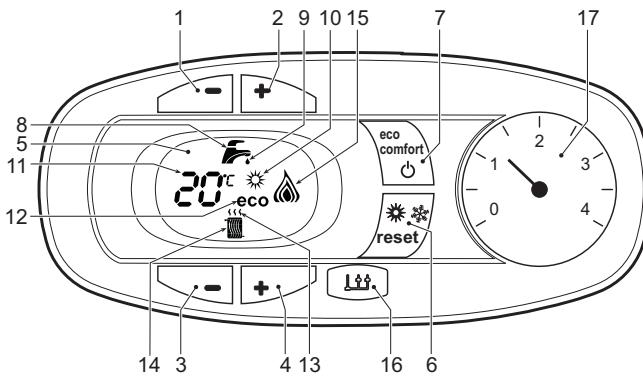
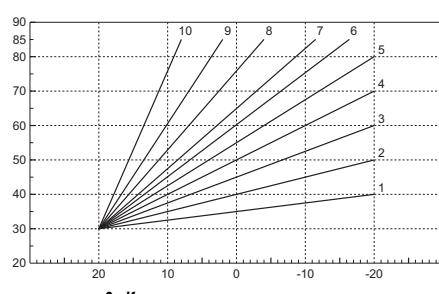
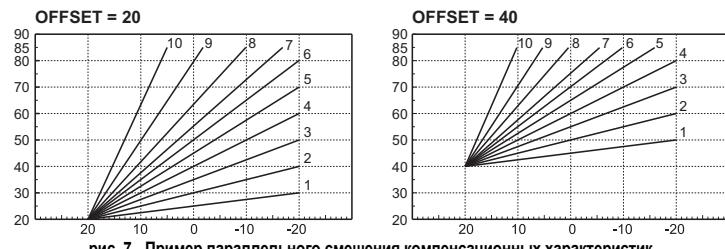

рис. 1 - Панель управления
рис. 6 - Компенсационные характеристики
рис. 7 - Пример параллельного смещения компенсационных характеристик
**Условные обозначения на панели управления рис. 1**
На дисплее (поз. 11 - рис. 1) высвечивается текущая температура воды, подаваемой в систему отопления, а во время ожидания отопления - символ "d2".
На дисплее (поз. 11 - рис. 1) высвечивается выходная температура воды в контуре ГВС, а во время ожидания выдачи воды ГВС - символ "d1".
О поступлении команды на переключение в режим (восстановление внутренней температуры котла) предупреждает мигание индикатора, расположенного под краном. На дисплее (поз. 11 - рис. 1) высвечивается температура воды в котле.
В случае неисправности (см. сар. 4.4) на дисплее отображается код неисправности (поз. 11 - рис. 1), а во время предохранительного ожидания - надписи "d3", "d4" и "d5".
Нажмите на кнопку **Вкл./Выкл.** (поз. 7 - рис. 1) на 5 секунд.
Когда котел выключен, на электронную плату продолжает подаваться электрическое питание. При этом не происходит нагрева воды для систем отопления и ГВС. Остается активной противообледенительная система. Для повторного включения котла снова нажмите клавишу **Вкл./Выкл.** (поз. 7 рис. 1) на 5 секунд.
Нажмите кнопку **"Лето"/"Зима"** (поз. 6 - рис. 1) на 2 секунды.
На дисплее высветится символ "Лето" (поз. 10 - рис. 1): При этом котел будет вырабатывать только воду для ГВС. Остается активной система антезамерзания.
Для выключения режима "Лето" вновь нажмите кнопку **"Лето"/"Зима"** (поз. 6 - рис. 1) на 2 секунды.
Используйте кнопки системы отопления (поз. 3 и 4 - рис. 1), чтобы изменять температуру в диапазоне между мин. 30°C и макс. 80°C; тем не менее, не рекомендуется эксплуатировать котел при температурах ниже 45°C.
Используйте кнопки системы ГВС (поз. 1 и 2 - рис. 1) для изменения температуры от минимальной 40°C до максимальной 55°C.
Данное устройство может быть отключено пользователем (режим ECO), нажав клавишу eco/comfort (поз. 7 - рис. 1). При работе в режиме ECO на дисплее высвечивается соответствующий символ (поз. 12 - рис. 1). Для включения режима "КОМФОРТ" снова нажмите кнопку "Экономичный"/"Комфорт" (поз. 7 - рис. 1).
Согласно регулировкам по плавающей температуре, температура, заданная кнопками системы отопления (поз. 3 - рис. 1) становится максимальной температурой подачи в систему. Рекомендуется устанавливать ее на максимальную величину, чтобы позволить системе выполнять регулировку во всем полезном рабочем диапазоне.
Нажмите на кнопку сброса (поз. 6 - рис. 1) на 5 секунд открывается доступ к меню «Плавающая температура» и отображается мигающая надпись «СU».
Используйте кнопки системы ГВС (поз. 1 - рис. 1) Выберите нужную характеристику от 1 до 10 (рис. 6). При установке кривой на 0 режим "плавающей температуры" отключается.
Нажмите на кнопки системы отопления (поз. 3 - рис. 1) осуществляется доступ к параллельному перемещению кривых, при этом на дисплее мигает символ "OF". Используйте кнопки системы ГВС (поз. 1 - рис. 1) для параллельного изменения кривых в соответствии с характеристикой (рис. 7)
При повторном нажатии на кнопку сброса (поз. 6 - рис. 1) в течение 5 секунд осуществляется выход из меню "Плавающая температура"
Выбор режимов "ЭКОНОМИЧНЫЙ"/"КОМФОРТ"	При отключении режима ГВС с пульта ДУ котел устанавливается в режим "Экономичный" (ECO). В этих условиях кнопка "Экономичный"/"Комфорт" (поз. 7 - рис. 1) на панели управления котла заблокирована.
Плавающая температура	При включении режима ГВС с пульта ДУ с таймером котел устанавливается в режим "Комфорт". В этих условиях с помощью кнопки "Экономичный"/"Комфорт" (поз. 7 - рис. 1) на панели управления котла можно выбрать любой из этих двух режимов.